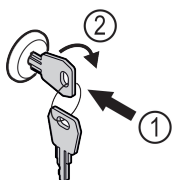

Fig. 169
- ▶ Sleutel erin duwen Fig. 169 (1).
- ▶ Sleutel 90° rechtsom draaien Fig. 169 (2).